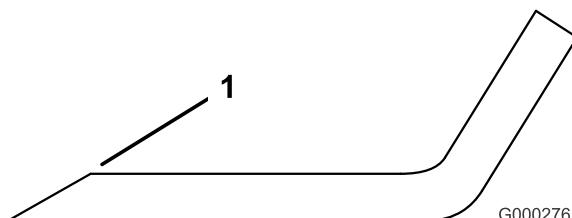

Figure 67
1. Au moyen d'une lime, aiguisez les tranchants aux deux extrémités de la lame (Figure 67) Veillez à conserver l'angle de coupe d'origine. Limez la même quantité de métal sur chacun des deux tranchants pour ne pas déséquilibrer la lame.